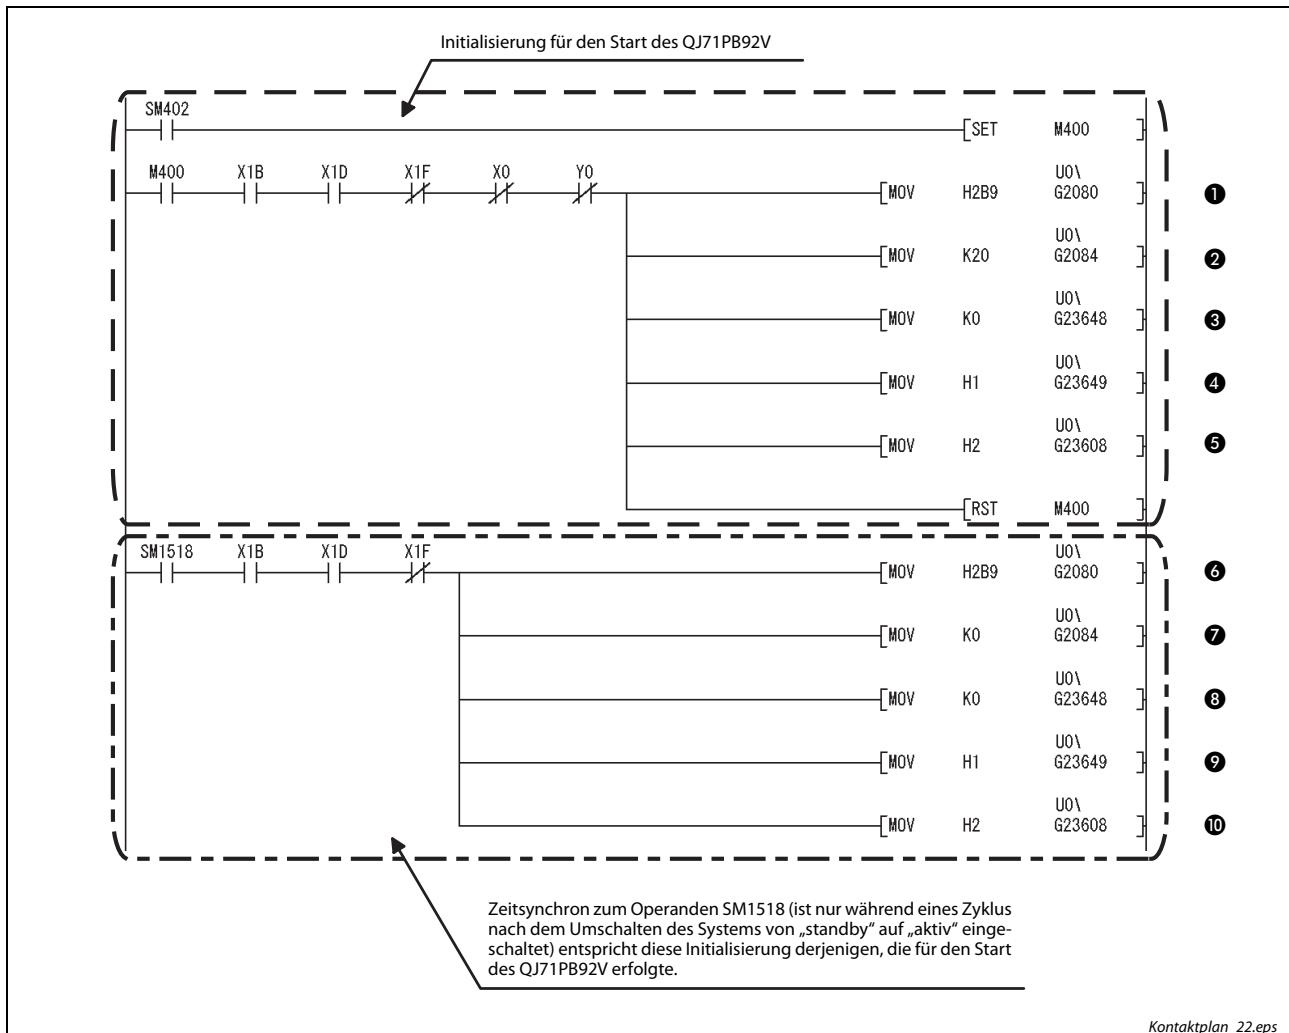

Abb. 8-32: Kontaktplan zur Initialisierung
Tab. 8-77: Beschreibung des Kontaktplans in Abb. 8-32**HINWEIS**
Um die Systemumschaltung aufgrund eines DP-Slave-Fehlers nach einer erfolgten Systemumschaltung sofort wieder zu ermöglichen, muss die Anlaufzeit für die Unterdrückung von Diagnosemeldungen in Speicherzelle U0\G2084 auf „0“ eingestellt werden. (Siehe Abb. 8-32, Schritt ⑦)